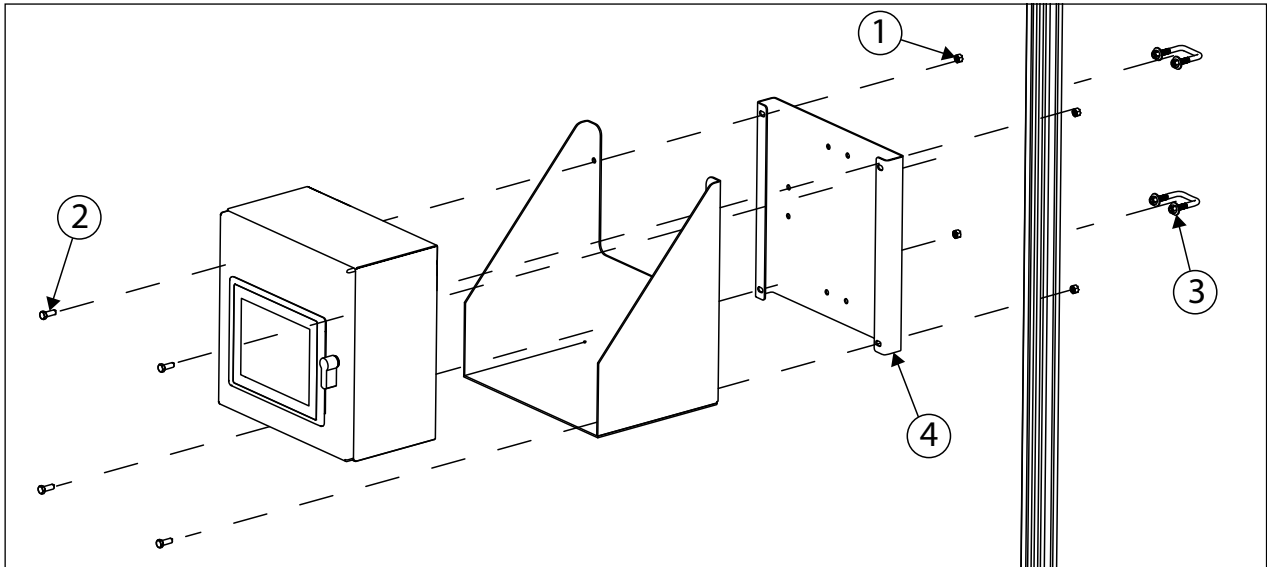

Figura 5-9. Montaggio del terminale opzionale
**NOTA:** se si aggiunge il ripiano opzionale per terminali (PN 212260), fissarlo tra il terminale e la piastra di montaggio (vedere **Figura 5-9**).